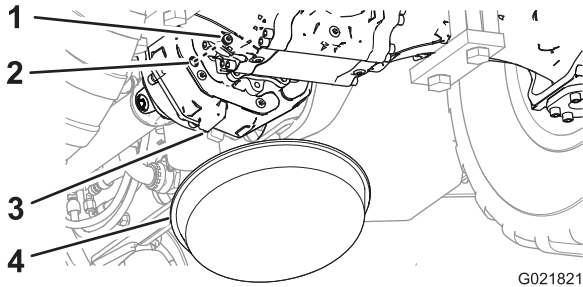

Bild 72
1. Stellen Sie eine Auffangwanne unter die Rückseite des Getriebegehäuses (Bild 72).
2. Entfernen Sie die Schraube aus der Schauglasöffnung im Getriebe (Bild 72).
3. Prüfen Sie den Ölstand im Getriebe in der Schauglasöffnung. Der Stand sollte an der Unterseite des Gewindes der Öffnung liegen (Bild 72).
6. Setzen Sie die Schauglasschraube in die Schauglasöffnung im Getriebegehäuse ein (Bild 72).